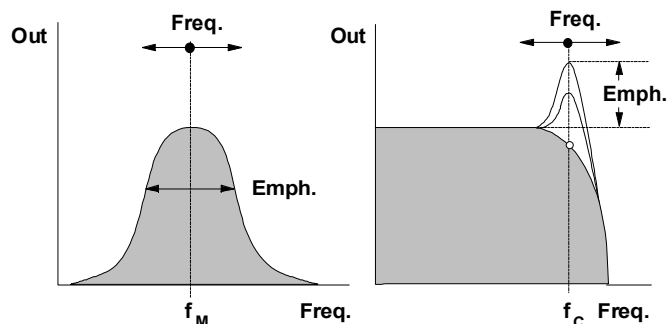

Abb. 1: Typische Durchlasskurven der Filtertypen Bandpaß und Tiefpaß
- ① **Audio In :** Filtereingang
- ② **BP, 6 db LP ... 48 db LP :** Filterausgänge
- ③ **CV 1 ... 3 :** Steuerspannungseingänge für Filterfrequenz
- ④ **Feedb. :** externer Eingang für Resonanz
① Freq.
Mit dem Regler ① stellen Sie manuell die **Filterfrequenz** ein, d.h. für den **Bandpaß** die Mittenfrequenz f_M , für den **Tiefpaß** die Cutoff-Frequenz f_C (s. Abb. 1).
⑤ Emph.
Der Regler ⑤ dient zur Einstellung der **Filterresonanz**. Beim Bandpaß ändern Sie damit die Bandbreite, beim Tiefpaß heben Sie das Frequenzband im Bereich der Filterfrequenz f_C an (s. Abb. 1 bis Abb. 4). Nahe der Maximalposition des Resonanzreglers setzt die Selbst-Oszillation des Filters ein; das Filter arbeitet als **Sinus-Oszillator**. Das Filter kann nun als eigenständige Tonquelle verwendet werden. Bei starker Übersteuerung des Audio-Eingangs kann die Selbstoszillation abbrechen, da das interne Rückkopplungssignal übertönt wird. Bei Selbst-Oszillation sollte daher kein Audio-Signal zugeführt bzw. der Abschwächer ⑤ ganz auf Null gedreht werden.